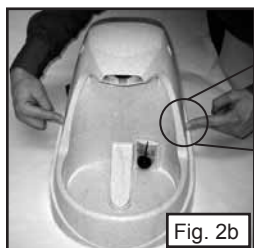

Fig. 2b
- 5) Ta bort filterhöljet genom att försiktigt trycka in det på ena sidan av fontänen där kurvan möter sömmen. Lyft upp det försiktigt. (Fig. 2b-d)